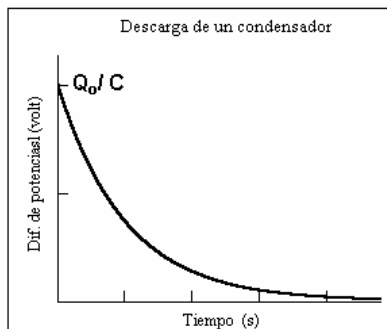

Fig. 5
La fig. 5 muestra la representación gráfica de la ecuación (16)